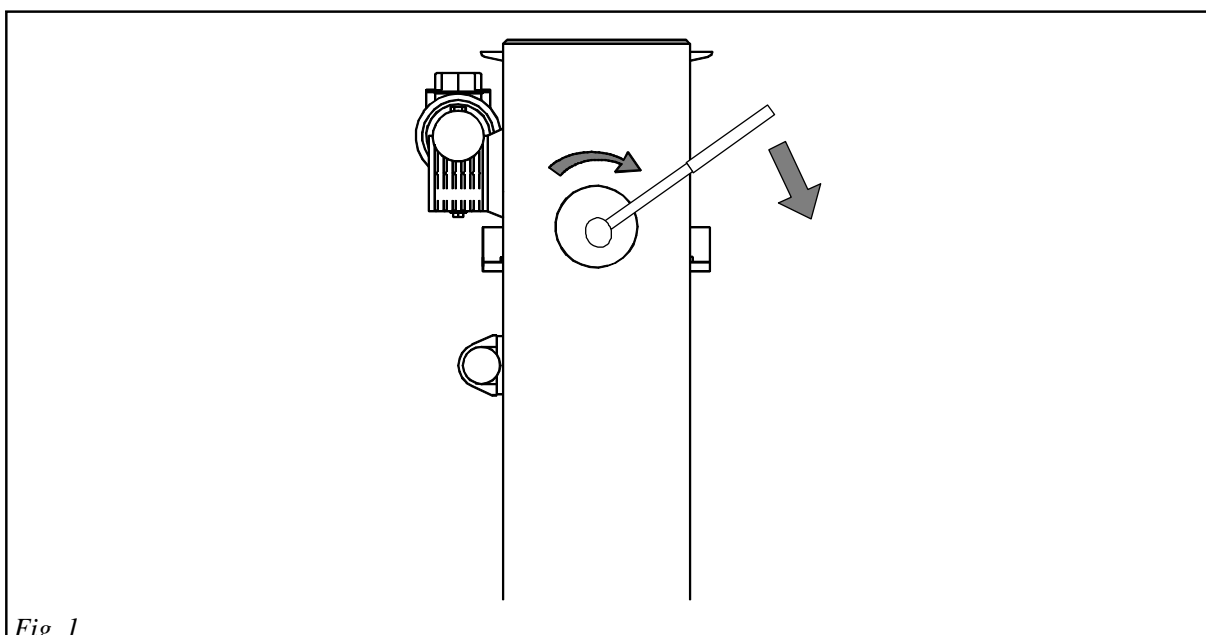

Fig. 1
b) verificare mensilmente la giusta tensione della catena e, se necessario, provvedere alla sua regolazione ruotando in senso orario l'apposito tenditore (codice 01010596, tavola. 5) posizionato all'esterno sul lato sinistro della macchina. Utilizzare una chiave dinamometrica applicando una coppia di circa $1.5 \div 2.0\text{kgm}$. (Fig. 1)